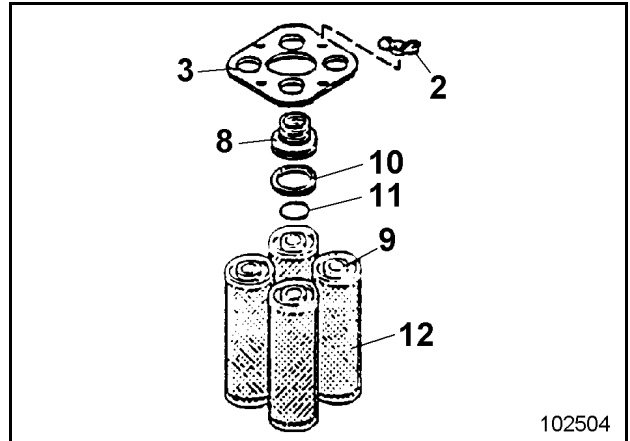
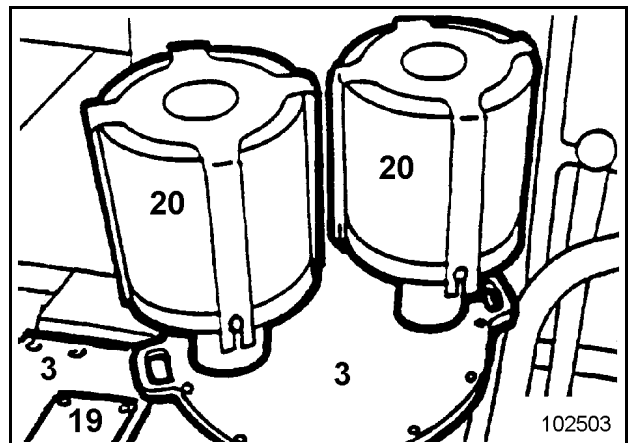

图 3-63:
图 3-64:
- 当BCS 在屏幕(图 3-63:)上显示警告时。此时, 过滤器滤芯(9, 图 3-64:)严重污染;
- 移除带密封环的盖(3, 图 3-64:).
- 拧松蝶形螺母(2, 图 3-63:)并移除夹盖(3).